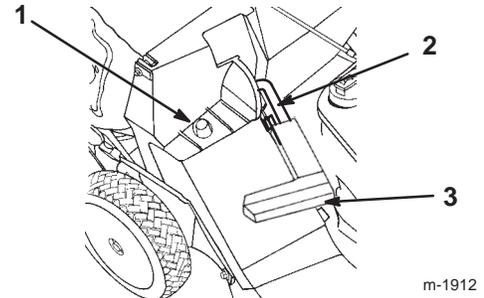

Figure 20
2. Vérifiez que la poignée du volet d'éjection est complètement abaissée vers l'avant et que le goujon est bien engagé dans son logement (Fig. 20).
3. Accrochez le cadre du sac par le trou sur l'ergot de retenue situé sur l'éjecteur (Fig. 20).
2. Soulevez la poignée du volet d'éjection et poussez-la vers l'avant jusqu'à ce que l'ergot de verrouillage s'engage dans son logement (Fig. 20).